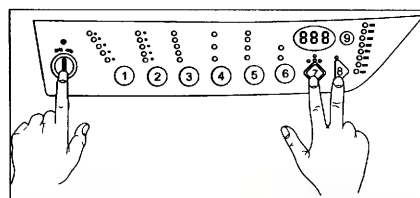
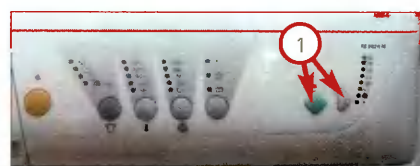

Рис. 4
Рис. 5
Панель управления у этих моделей СМ может быть с дисплеем и светодиодами (рис. 4) или только со светодиодами (рис. 5).
- нажать одновременно на кнопки «старт» и «сброс», как показано на рис. 4, и, удерживая их в нажатом состоянии, включить СМ;